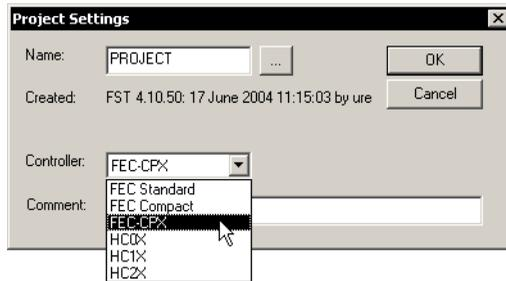

Fig. 3/1 : Sélection du CPX-FEC lors de la création d'un nouveau projet
4. Démarrer le configurateur matériel en double-cliquant sur "IO Configuration" (Configuration E/S) dans la fenêtre du projet du FST. (voir Fig. 3/2)